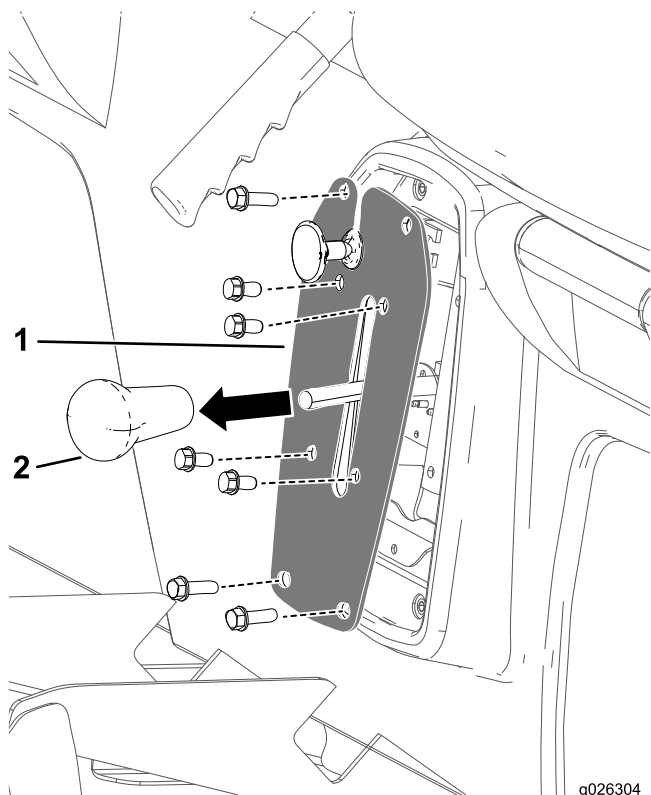

Figura 42
- Rimuovete la manopola dalla leva del cambio (Figura 42).
2. Rimuovete i 4 bulloni che fissano la piastra del cambio alla staffa del cambio (Figura 42).
3. Rimuovete i 4 bulloni che fissano la piastra del cambio alla base del sedile e rimuovete la piastra del cambio (Figura 42).
4. Avvitare la manopola della leva del cambio e serratela manualmente (Figura 42).